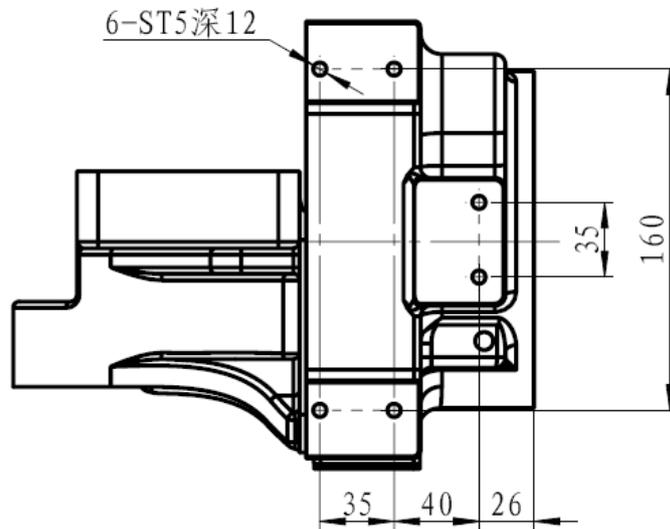
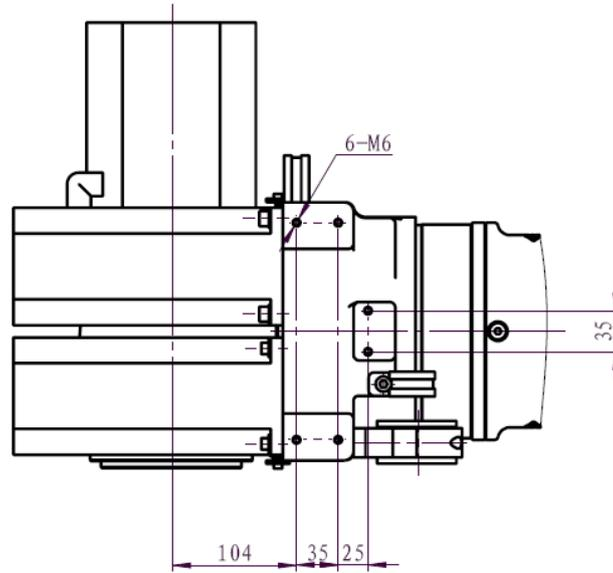

图 3-9 SR18/ SR18L8 前臂辅助安装孔尺寸图
图 3-10 SR25 前臂辅助安装孔尺寸图
3. SR18/ SR18L8 前臂辅助安装孔尺寸如图 3-9 所示；SR25 前臂辅助安装孔尺寸如图 3-10 所示。